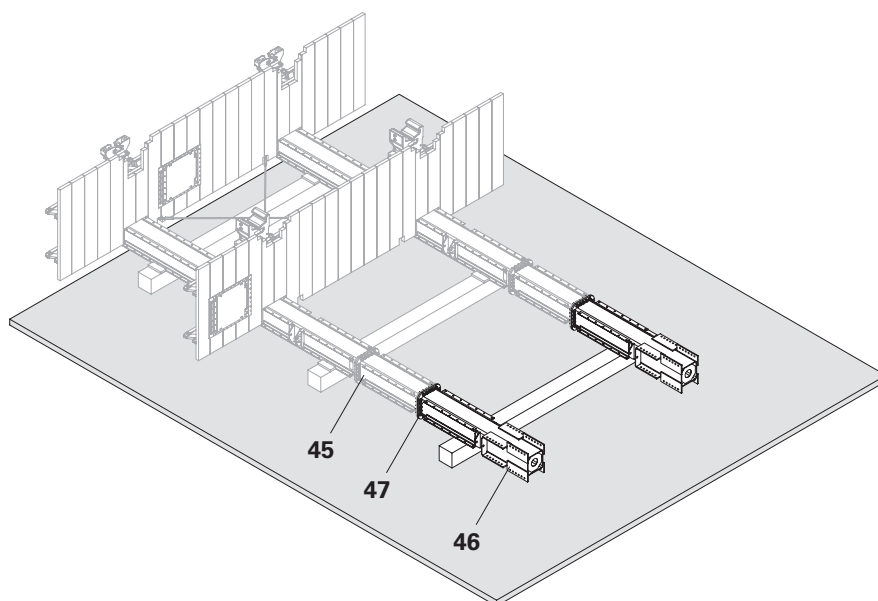

Fig. B5.02
1. Fissare il montante verticale superiore 2100 ACS (46) sul montante verticale intermedio 1200 ACS (45) con il set bulloni ISO HV M20x75 (47). (Fig. B5.02)